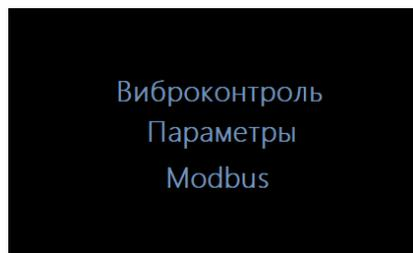

Рисунок 11 - Начальное меню
2.3.1.1 После включения питания контроллер переходит в начальное меню (рисунок 11).